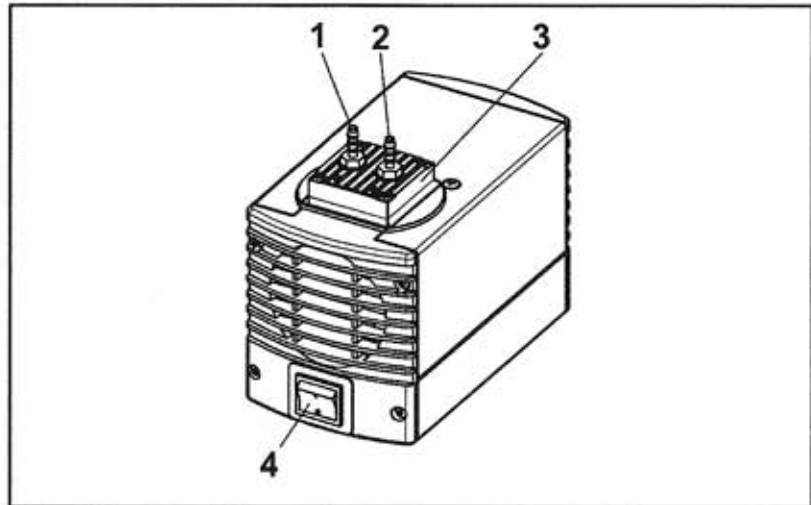

Abb. 2
- Pumpe mit Netzschalter einschalten (siehe Abb. 2 und 3, je nach Pumpentyp).
- Pumpe mit Netzschalter ausschalten (siehe Abb. 2 und 3, je nach Pumpentyp).